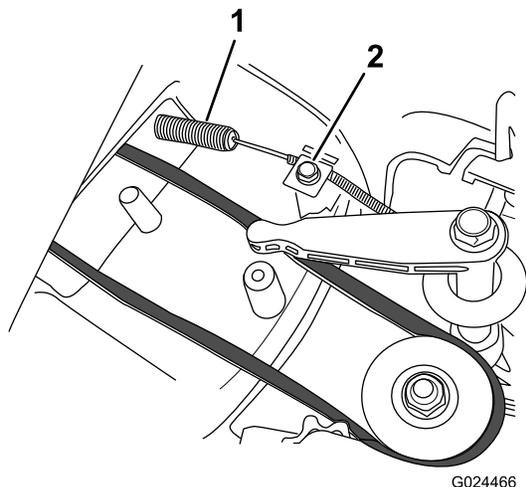

Figura 27
2. Installate il nuovo cavo del freno della lama, ma non serrate il serrafilò sulla scocca del tosaerba (Figura 27).